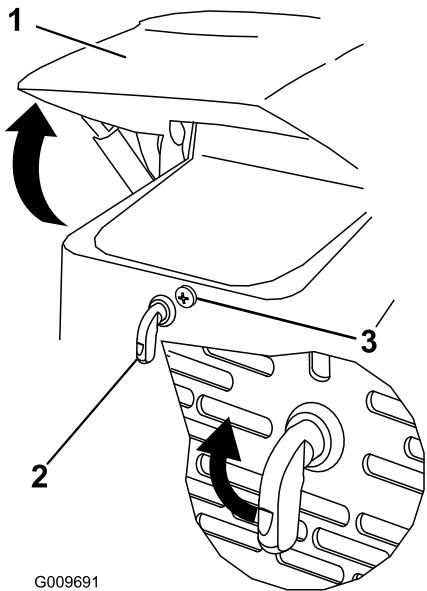

Figura 27
- Allentate la vite di bloccaggio del cofano (Figura 27)
- Girate il fermo del cofano in senso orario (Figura 27).
- Ruotare il cofano verso l'alto (Figura 27).
- Serrate la vite di bloccaggio del cofano per fissare il dispositivo di chiusura (Figura 27).